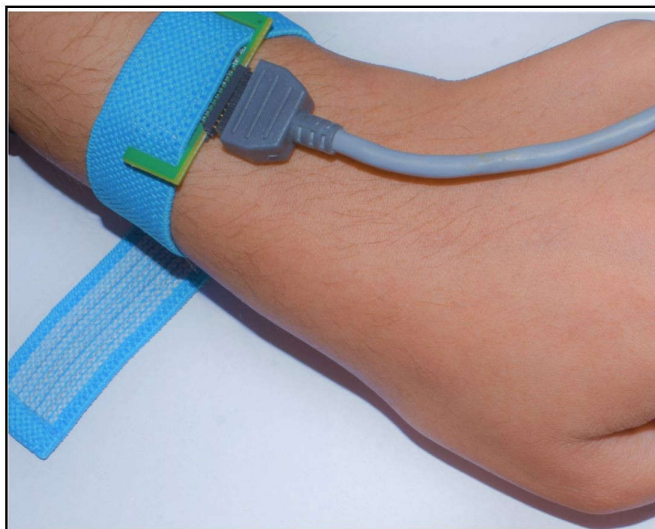

图 2-5. PPG 传感器板和 ECG 电缆与手进行交互以采集 PPG
5. 将 PPG 传感器板的传感器侧置于手腕上并绑紧。图 2-5 显示了使用魔术贴绑带固定的传感器板。将 ECG 模拟器连接到连接器板的 EX3、EX4 和 RLD。